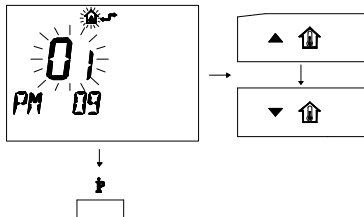

fig. 9.21
- 4 Per modificare il **SET** programmato agire sui pulsanti  o  e aspettare che il numero programmato cominci a lampeggiare (fig. 9.21)